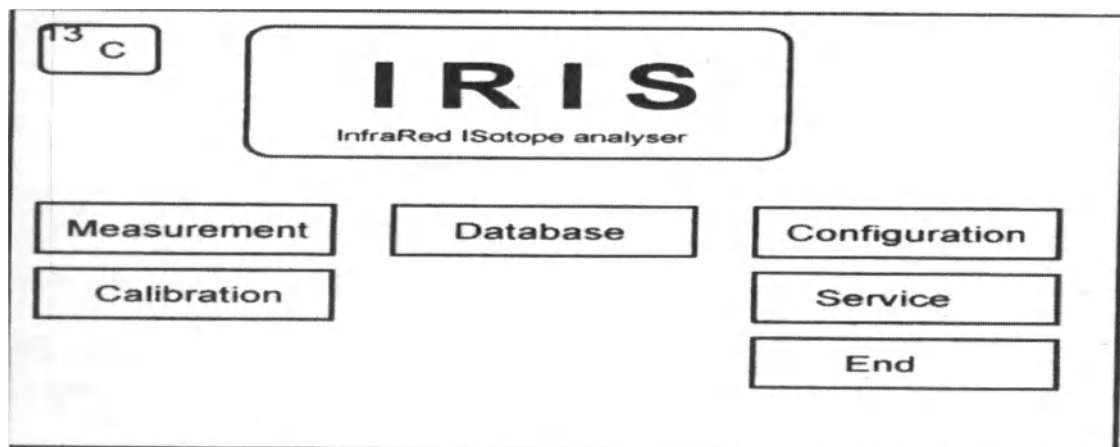

Рис.2.2-1
1.4 Выключение прибора. Клавишей мыши щелкните по клавише «return» любого окна (для перехода на более высокий уровень меню). Подождите, пока на экране появиться основное меню (рис. 2.2-1.) Щелкните по клавише «End» или «ок» соответственно. Выключите компьютер и затем прибор.